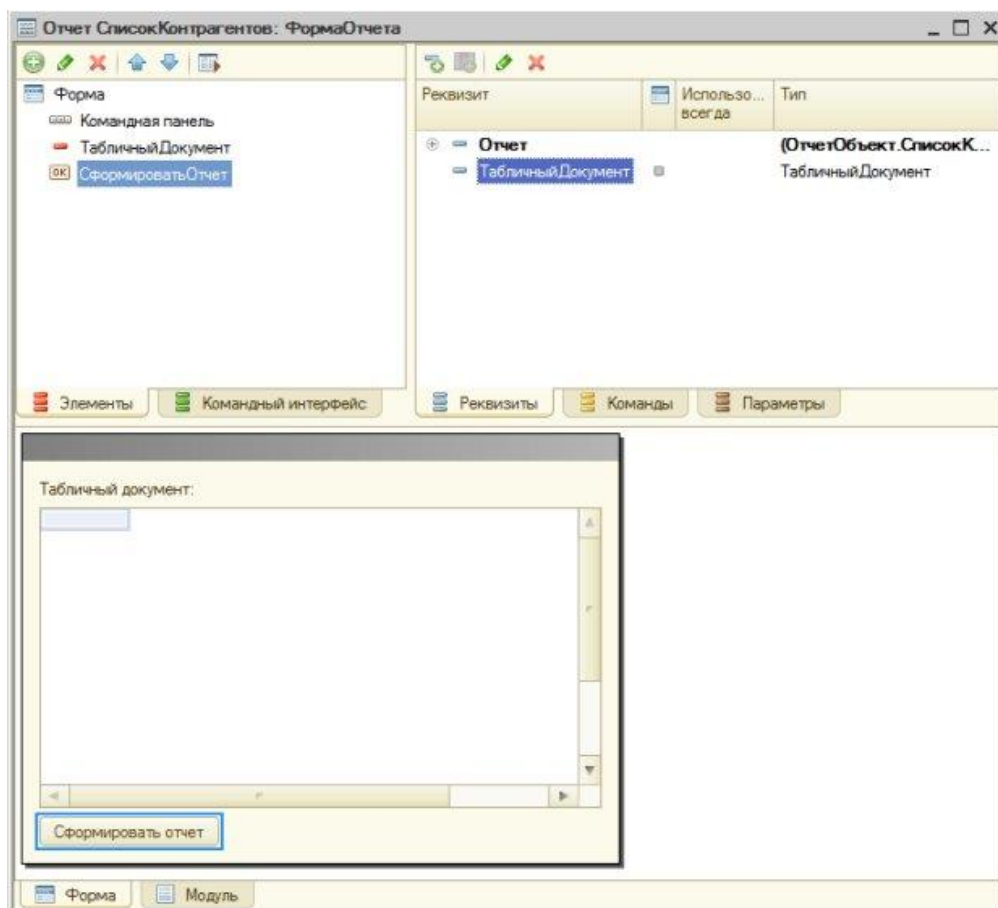

Рисунок 9.6- Настройка формы отчета
12. Теперь приступим к созданию формы отчета. Перейдем на вкладку **Формы** окна редактирования объекта, добавим новую форму отчета, оставим все настройки в состоянии по умолчанию и нажмем **Готово**. Добавим, на вкладке **Реквизиты** редактора форм новый реквизит, назовем его **ТабличныйДокумент**, выберем для него тип **ТабличныйДокумент**. Перетащим созданный реквизит в поле **Элементы**. В состав команд формы добавим новую команду, зададим ей имя **СформироватьОтчет** и так же переместим в поле **Элементы**. В итоге у нас получится форма, выглядящая так, как показано на Рисунок 9.6.